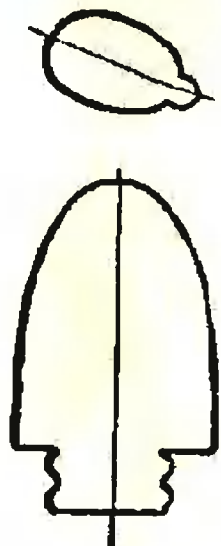

Рис. 1.
**ДОКТОР АЙБОЛИТ** (рис. 1). Вытачиваете две заготовки: одну для головы, другую для туловища. Шпилькой (тонкий гвоздик без шляпки) или шкантиком (круглая деревянная палочка) голову неподвижно прикрепляете к туловищу.